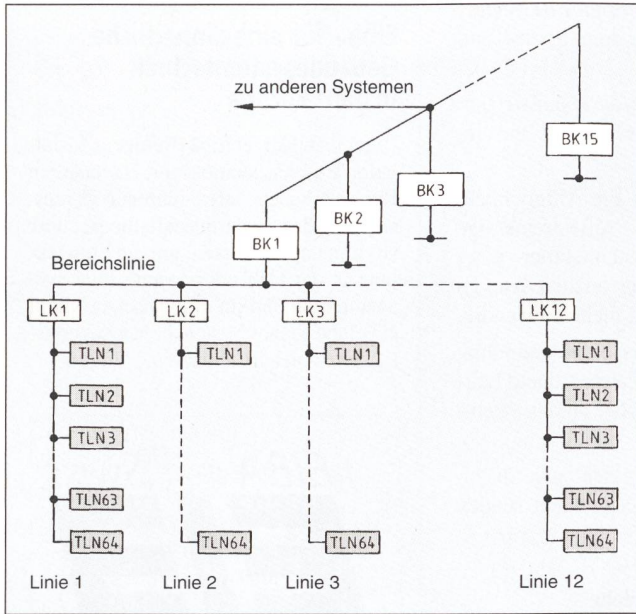

Bild 3 Systemaufbau des EIB-Installationsbusses
An eine Buslinie können bis zu 64 EIB-Geräte als Teilnehmer angeschlossen werden, 12 solcher Linien lassen sich zu einem Funktionsbereich zusammenfassen und 15 Funktionsbereiche ergeben eine Funktionseinheit (Bild 3). Somit können 11 520 Teilnehmer ohne Einschaltung einer Zentrale miteinander kommunizieren. Das ganze System kann über Schnittstellen auch an ein übergeordnetes, fremdes Leitungssystem angekoppelt werden. Für übergeordnete Funktionen lassen sich Anwendungskontroller (AK) einsetzen. Mit diesen Geräten erschliessen sich weitere Funktionen, wie